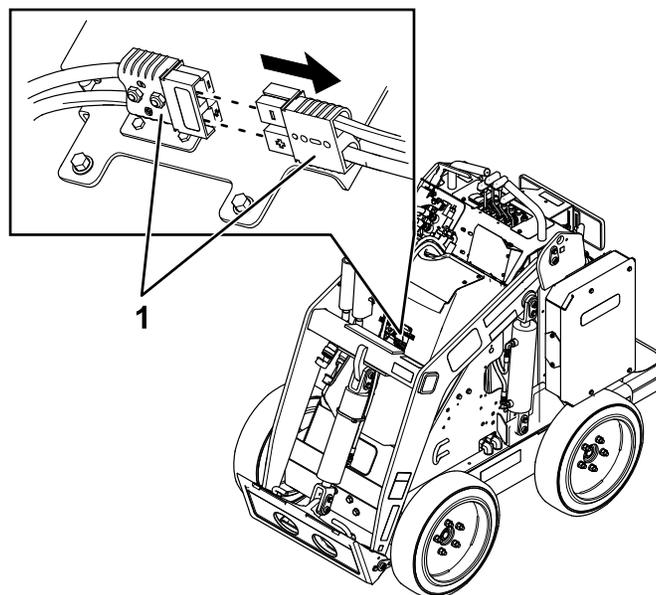

Рисунок 29
Прежде чем выполнять техническое обслуживание машины, отключите машину от источника питания, отсоединив разъемы основного питания (Рисунок 29).
5. Разъедините 2 разъема питания (Рисунок 29)